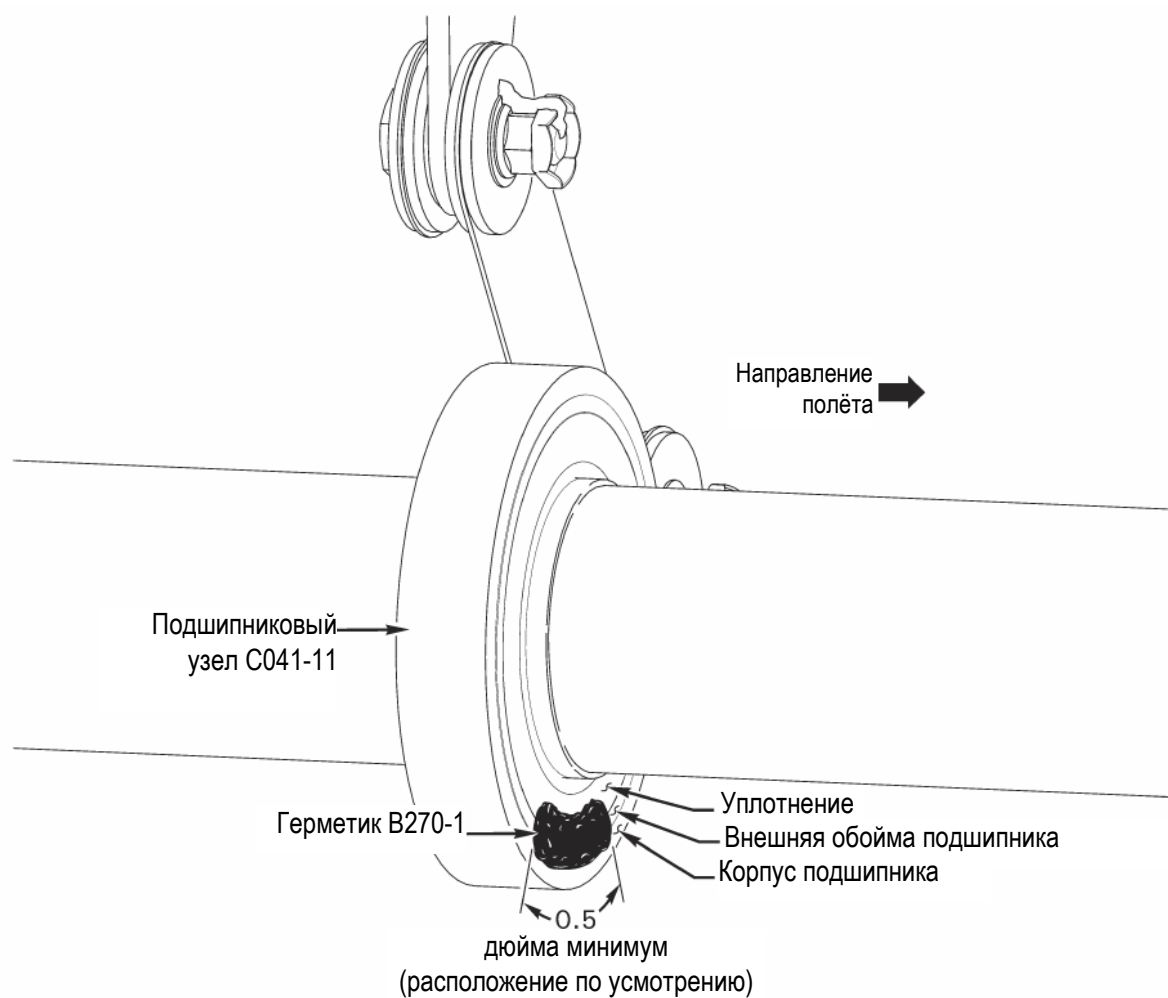

РИСУНОК 1
2. См. Рисунок 1. Визуально осмотрите подшипник демпфера вала трансмиссии рулевого винта спереди и сзади (см. Иллюстрированный каталог деталей R44 – R44 Illustrated Parts Catalog – IPC, Рисунок 65-5) и убедитесь в наличии герметика В270-1 на участке длиной не менее 0,5 дюйма в одном из мест на стыке чёрного уплотнения и внешней обоймы подшипника.